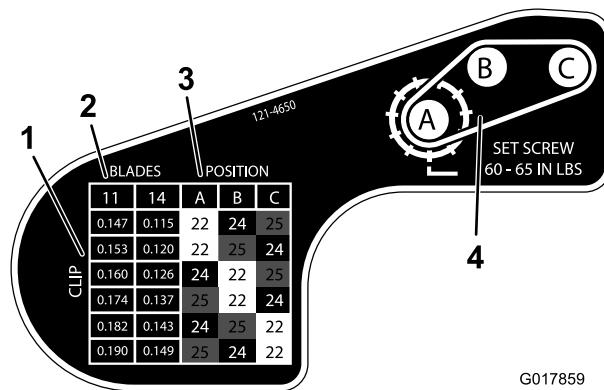

Рисунок 15
6. Используя таблицу, показанную на наклейке в Рисунок 15, определите нужную вам настройку срезания и какой шкив вы хотите переместить.
9. Установите каждый шкив в новой конфигурации, как показано на наклейке (Рисунок 15). Убедитесь в том, что установочные винты на каждом шкиве расположены так, чтобы выровнять по шпонке и плоской зоне на валу.